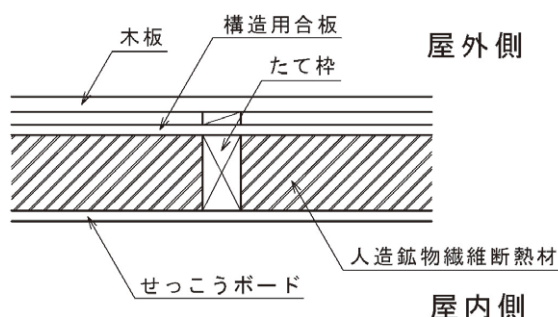

図1 木製柱組造外壁の水平断面
ハルキが取得した防火構造を表1に、構造の一例として木製枠組造外壁の水平断面を図1に示します。
まず、もっとも一般的なグラスウール断熱材の仕様で木製軸組造外壁の認定を取りました（表1①②）。外壁の水平断面は図1のとおりです。次いで、ハルキの材料を主に関東で販売いただいている問屋さんから、関東圏で多い断熱材に吹付ウレタンフォームを用いた仕様での防火構造の要望をいただいたので、その認定を取得しました（表1③）。さらに、2年ほど前から生産を始めた枠組壁工法用製材を納めている工務店やプレカット工場から同じような要望を受けたので、その認定も取った（表1④）、というのがこれまでの経緯です。